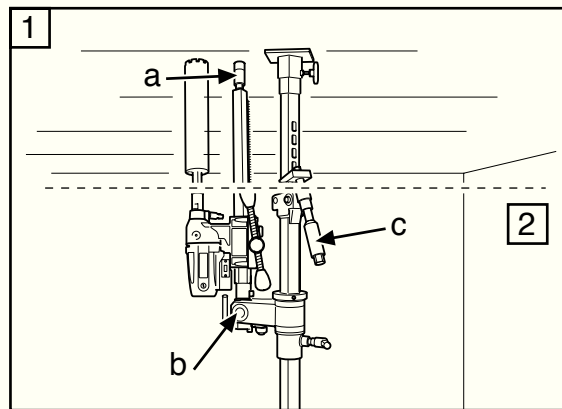

Рис.13
3. Проверьте, что упор сверлильной колонки (А) ввинчен. Поднимите и зафиксируйте сверлильную колонку в вертикальном положении гайкой (В) ключом на 30 мм (Рис. 13).
5. Вывинтите упор сверлильной колонки в потолок и зафиксировать его стопорной гайкой (А) 30 мм (Рис. 13). Используйте деревянный или иной подпятник.